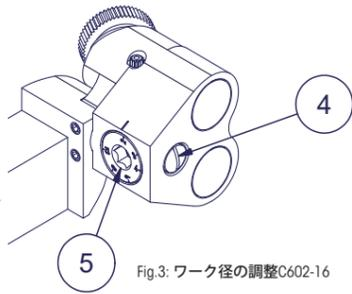
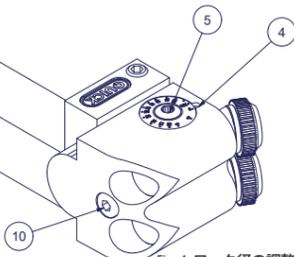

Fig. 3: ワーク径の調整 C602-16
Fig. 4: ワーク径の調整 C602-25
② 直径の調整
ナールホルダーの位置は、加工するワークの直径を調整するために調整する必要があります。このためには、クランプセグメント (図3-④, 図4-⑩) を緩め、調整ねじ (図3-⑤, 図4-⑤) を回転させます。設定した直径は、目盛りリングとインデックス・マーク (図3-⑤, 図4-④) から読み取ることができます。その後、クランプセグメントを再び締め付けます。(図3-④; 図4-⑩)。
④ ワークにホイールを接触させ、手でワークを回転させ傷をつけます。ついた傷の形状が図4のAのようになっていることを確認してください。
進行方向の傷が強く当たる (涙形状) が正常です。図4のBのようになっている場合は再度ツールの取付を調整してください。